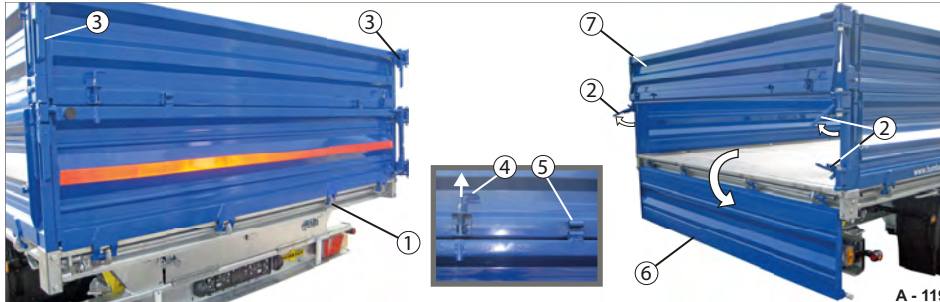

Abb. 120 Heck-Bordwand abgeklappt / Bordwandaufsatz pendelnd
Die Verschlüsse des Bordwandaufsatzes (Abb. 120/3) und die Zentralverriegelung (Abb. 120/1) müssen geschlossen bleiben!
- ▶ Lösen Sie die Scharniere des Bordwandaufsatzes (Abb. 120/5).
- ▶ Ziehen Sie beide Verriegelungsbolzen (Abb. 120/4) heraus und arretieren Sie diese.
- ▶ Entriegeln Sie die Verschlüsse der Heck-Bordwand (Abb. 120/2).
- ▶ Halten Sie die Heck-Bordwand (Abb. 120/6) fest und klappen Sie diese langsam / kontrolliert herunter. Die Heck-Bordwand ist abgeklappt.
Der Bordwandaufsatz (Abb. 115/7) pendelt an den Verschlüssen (Abb. 120/3).
- ▶ Klappen Sie die Heck-Bordwand (Abb. 120/6) hoch.
- ▶ Verriegeln Sie die Verschlüsse (Abb. 120/2) der Heck-Bordwand.
- ▶ Lösen Sie die beiden Verriegelungsbolzen (Abb. 120/4).
- ▶ Sichern Sie die Scharniere (Abb. 120/5) des Bordwandaufsatzes. Die Heck-Bordwand und Bordwandaufsatz sind gesichert.